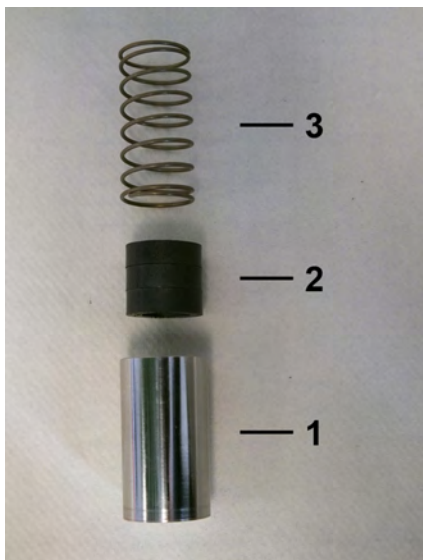

Abb. 56: Innenteile
- 6.** ➤ Feder (Abb. 56/3) mit Magneten (Abb. 56/2) in den Schwebekörper (Abb. 56/1) einführen, dabei die Magnetpolung beachten (Nordpol in Richtung Geräteausgang)